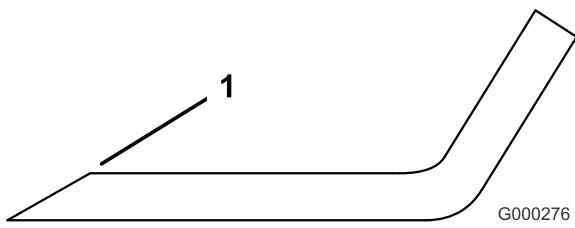

図 79
1. ブレードは、左右の刃先をやすりで磨く(図 79)。刃先の角度を変えないように注意すること。左右を同じだけ削るようにすればバランスが狂わない。